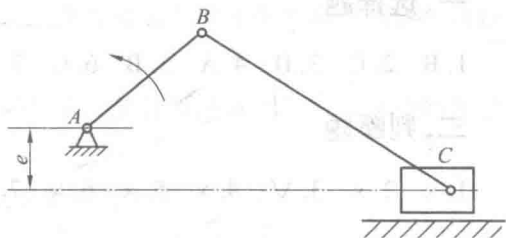

图 4
1. 某一偏置曲柄滑块机构(图 4 为机构的示意图), 试分析回答: